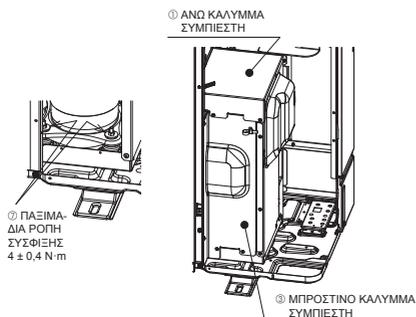

Fig. 4-2
- Αφού αφαιρέσετε τα σταθερά εξαρτήματα του ΣΥΜΠΙΕΣΤΗ, φροντίστε να ασφαλίσετε τα παξιμάδια και να επαναφέρετε το ΑΝΩ ΚΑΛΥΜΜΑ ΣΥΜΠΙΕΣΤΗ και το ΜΠΡΟΣΤΙΝΟ ΚΑΛΥΜΜΑ ΣΥΜΠΙΕΣΤΗ στην αρχική τους κατάσταση. (Fig. 4-2)